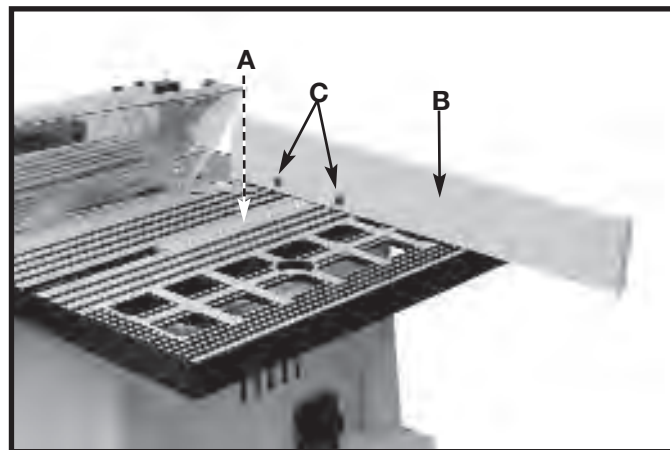

Fig. 39A
Para mayor seguridad y conveniencia, la guía de inglete (A) puede ajustarse con un revestimiento de madera auxiliar (B), como se muestra en la Fig. 39A,